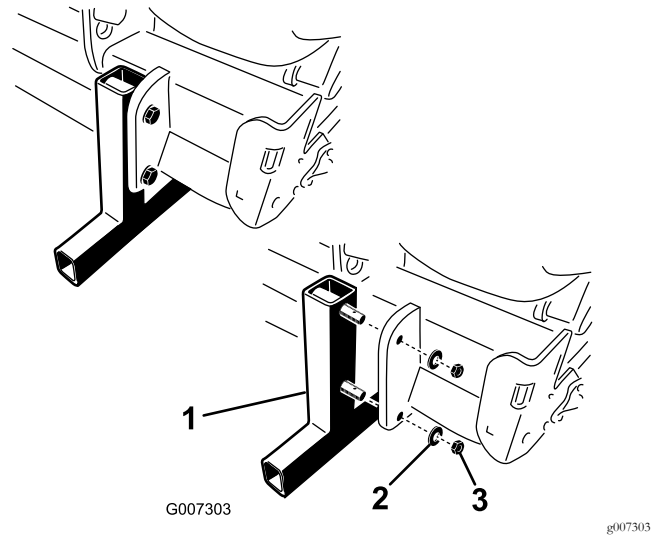

Figura 19
2. Rimuovete i dadi e le rondelle di bloccaggio che fissano i supporti di rimessaggio all'arieggiatore (Figura 19).
4. Inserite gli acciarini (in dotazioni nelle parti sciolte) nei perni di supporto per il rimessaggio (Figura 19).